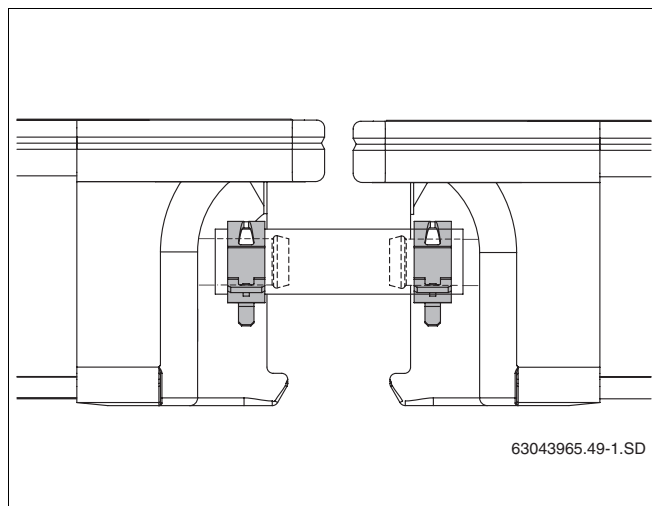

Fig. 50 Mangueira solar com braçadeiras de mola fixadas
- Fixe cada mangueira solar à ligação do colector com uma abraçadeira de mola (fig. 50).